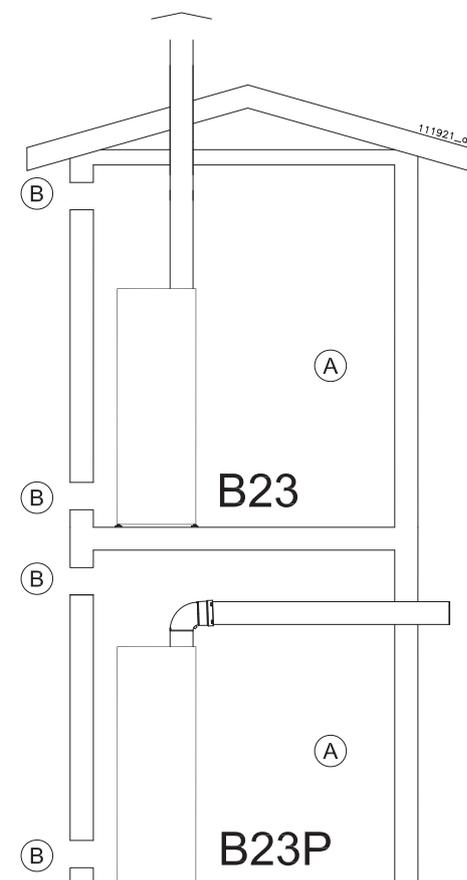

Figura 5-27
Legenda di Figura 5-27
- Essere situate ad una quota prossima al livello del pavimento e prossima al soffitto e tali da non provocare disturbo al corretto funzionamento dei dispositivi di scarico dei prodotti della combustione; ove questa posizione non fosse possibile si dovrà aumentare almeno del 50% la sezione delle aperture di ventilazione; (Figura 5-27);